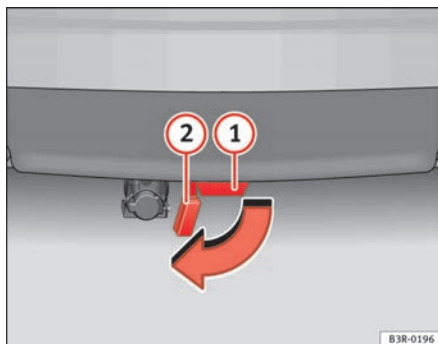

Fig. 157 Paraurti posteriore: Aprire il tappo
- Aprire completamente lo sportellino (2) ⇒ fig. 157, a protezione del punto di fissaggio (1), situato sotto il paraurti. Esso si ferma in posizione automaticamente.